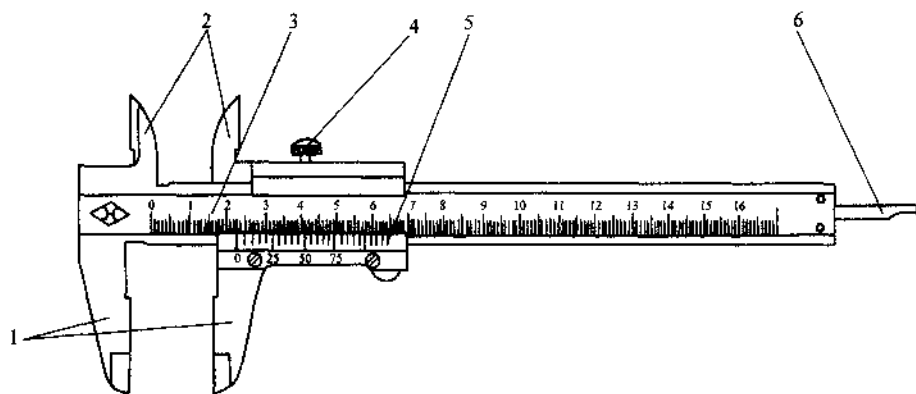

图1—7 三用游标卡尺
(1) 游标卡尺的结构 图1—7所示为三用游标卡尺,它由尺身、游标、内量爪、外量爪、深度尺和紧固螺钉等部分组成。